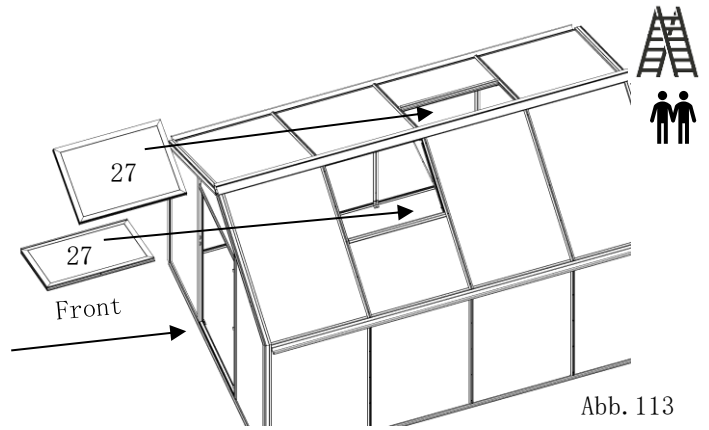

Abb. 113
- die beiden vormontierten und verglasten Dachfenster (Pos. 27) am Ende des Firstprofils (Pos. 6.15) in die dafür vorgesehene Profilhalterung einsetzen und bis zur Dachfensteröffnung vorschieben. (Abb. 113)